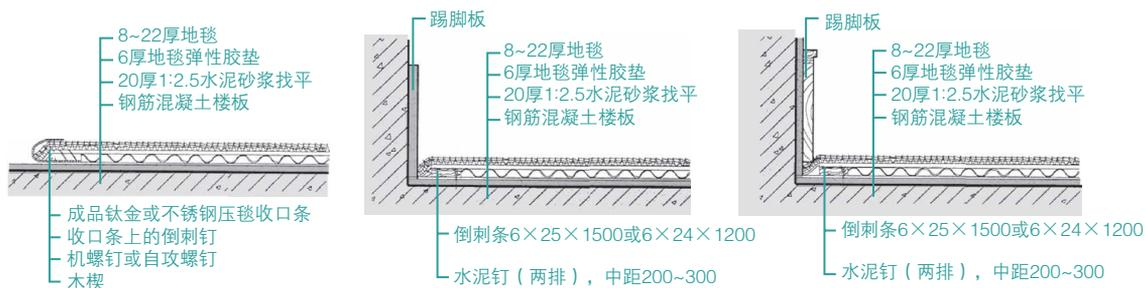

图11-22 一些地毯地面工程地面构造做法
- ① 运输、施工时, 要注意有关成品、工程、材料的保护。
- ② 空调回水、立管等要设防水槛等, 以防渗漏。
- ③ 地毯地面工程施工, 要注意每道工序交接的要求。
- ④ 施工所用电动工具必须操作正确, 合理安全使用。
- ⑤ 施工现场要避免钉子扎脚、划伤地毯, 进行严禁烟火等管理。
- ⑥ 涂刷胶黏剂时注意不得污染地毯等。
- ⑦ 注意有关成品、材料的存放。其中, 地毯的存放要满足防火防潮、防压防踩等要求。一些地毯地面工程地面构造做法如图 11-22 所示。